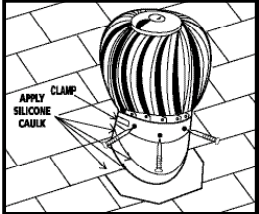

Figure 6 • Figura 6
Attach Turbine Head... Set the turbine unit firmly on the crimped base collar. Attach with three (3) sheet metal screws (included) through holes in the turbine base ring. Apply clear silicone or roofing cement between the turbine unit and stack and all around sheet metal screw heads. **Figure 6**
Important: Apply clear silicone caulk or roofing cement to exposed flashing edges and to the junction of the stack and flashing, the bead joining the upper and lower stack sections, the vertical seam in the upper and lower stack sections and all exposed nail heads. * **Figure 6**
Attachez la Tête de la Turbina... Ajustez fermement la tête sur le collet gaufré de la base. Attachez-la avec les trois (3) vis à métal (incluse) dans les trous de l'anneau de la base de la turbine. Appliquez une silicone claire ou un bitume de collage entre la turbine et la cheminée et autour des têtes de clou de la feuille de métal. **Figure 6**
Important: Appliquez un calfeutrage de silicone claire ou de bitume de collage sur les bordures exposées du solin et à la jonction de la cheminée et du solin, à la jonction réunissant les sections supérieures et inférieures, sur le joint vertical supérieur et inférieur de l'aire de la cheminée ainsi que sur toutes les têtes de clou exposées. * **Figure 6**